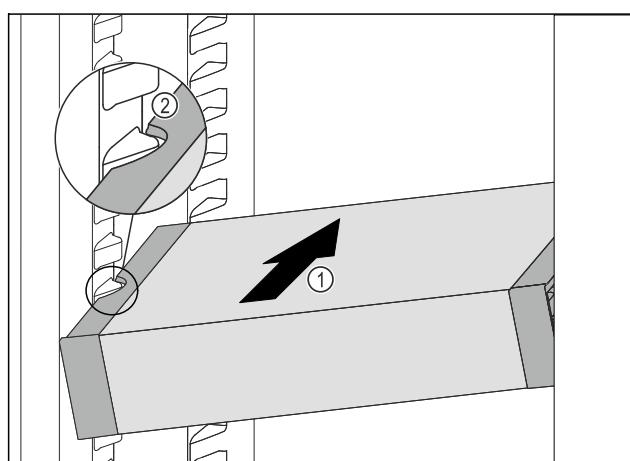

Fig. 101
- Împingeți VarioSafe oblic în frigider Fig. 101 (1), până când degajările laterale Fig. 101 (2) ale VarioSafe se află la înălțimea nervurii recipientului din frigider.